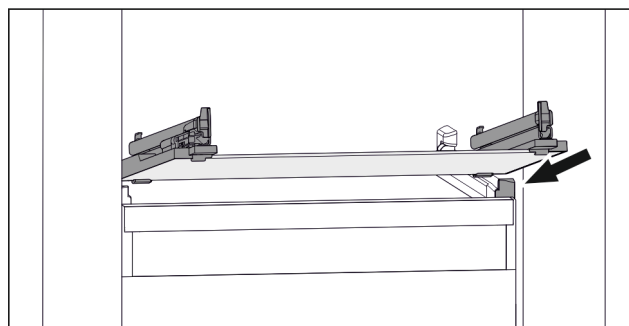

Fig. 129 Exemple de représentation de la tablette en verre
- ▶ Placer la tablette en verre, en l'inclinant, derrière les butées. (voir Fig. 129)